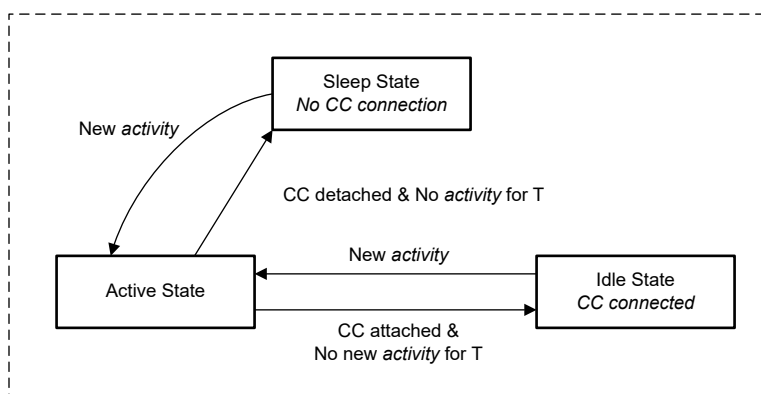

图 8-38. 电源状态流程图
TPS26741E-Q1 可在四种不同的电源状态之一下运行：运行、空闲、睡眠或关断。表 8-9 中总结了每个状态下可用的功能。该器件会根据处于运行状态和需要的电路在电源状态之间自动转换，请参阅图 8-38。在睡眠状态下，TPS26741E-Q1 会检测 Type-C 连接或进入运行状态所需的其他活动（比如液体检测操作）。在运行模式与空闲模式之间转换需要一段时间 (T)，其间不执行以下任何活动：